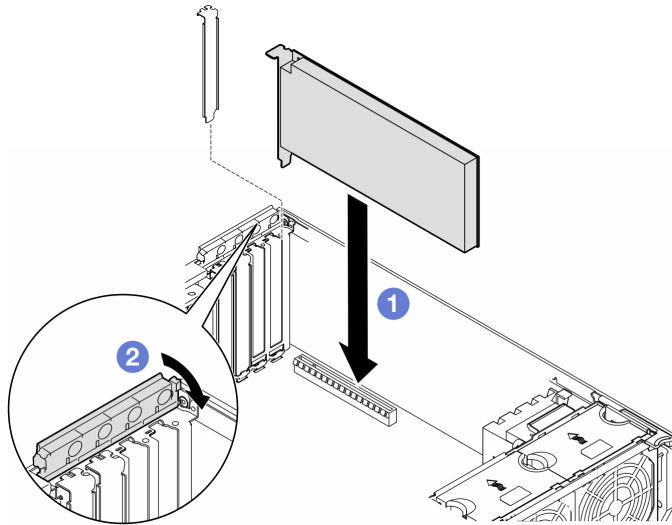

Figure 107. Installation d'un adaptateur PCIe HL
- Pour remplacer un adaptateur PCIe existant, consultez directement la procédure d'installation : Figure 107 « Procédure d'installation d'un adaptateur PCIe HL » à la page 166